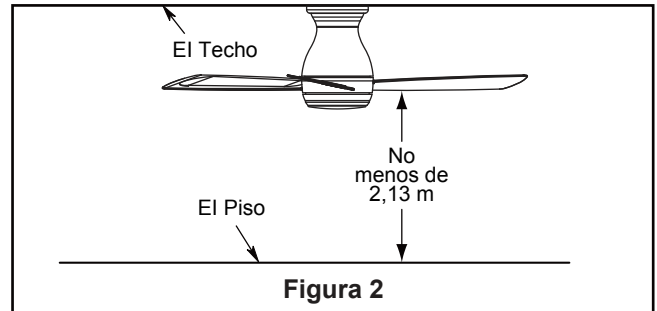

Figura 2
Uso de perfil profundo (Figura 2)
Debe colgar el ventilador a una distancia mínima de 2,13 m desde las aspas hasta el piso. (Figura 2)
- 2. Presione hacia arriba el anillo de la cubierta de tornillos para ocultar los tornillos. Así, las pestañas de montaje se coloquen en las ranuras con muescas ubicadas en la cubierta del techo entre los tornillos. (Figura 2)
2. Instale la ensamble de la placa de iluminación en el soporte utilizando las dos ranuras principales de conexión. Vuelva a colocar el tercer tornillo y asegure los tres tronillos. (Figura 2)
- 2.** Restaure la fuente de alimentación de la toma de corriente enciendiéndola al volver a encender la electricidad del fusible principal. (Figura 2)